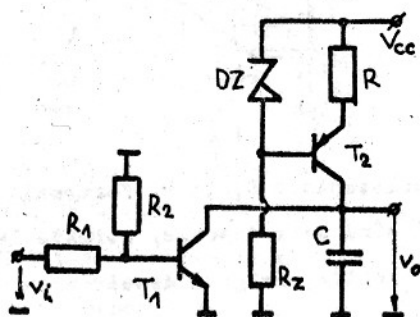

Fig. 22.1
2. O tensiune liniar variabilă se poate obține prin încărcarea unei capacități cu un curent constant. Un exemplu este dat în fig. 22.1, unde tranzistorul T_2 împreună cu dioda stabilizatoare de tensiune, DZ , și rezistențele R_Z și R , formează un generator de curent constant, de valoare :